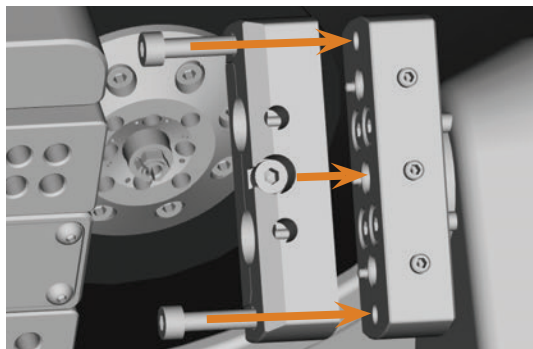

FIG. 19: AVVITAMENTO DEL SUPPORTO PER ABUTMENT PreFace®
- M4. Ruotare perpendicolarmente il portapezzi (↻ Fig. 19).